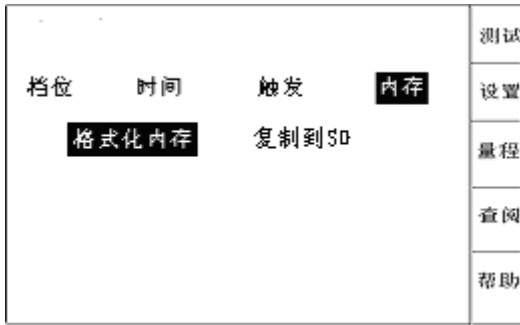
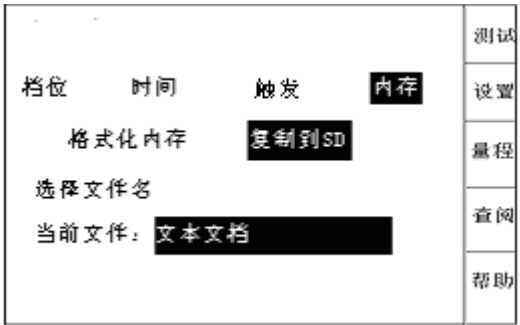

图 8
图 9
4. 内存：按【确认】键，进入如图8所示界面，要格式化内存直接按【确认】键，按【▶】键确认出现如图9所示，按【▲、▼】键可选择当前文件名进行存储。按【确认】键存储到SD卡，存储完之后按【退出】键结束。